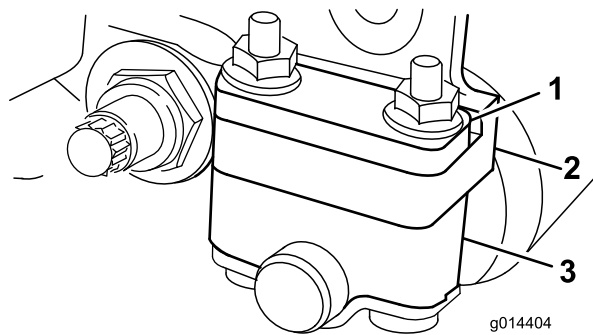

图6
根据您想要的剪草高度范围需要将后滚筒支架图6或图7调整到较低或较高的位置
- 当剪草高度设置介于 1/16 至 1/4 英寸之间时将隔片放在侧板安装法兰的上方出厂设置图6。
4. 需要时将隔片放入滚筒支架上方或下方的螺丝上图6或图7。